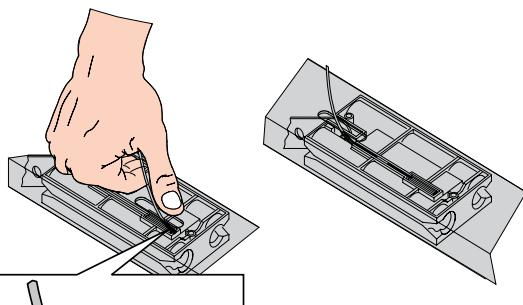
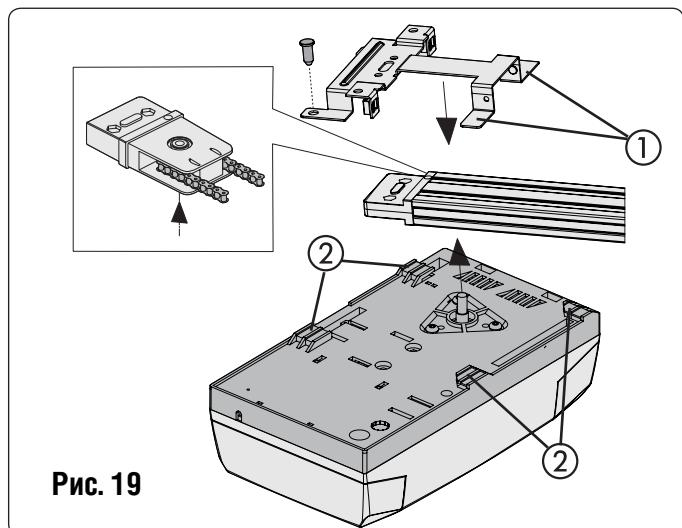

Рис. 10
Рис. 19
- Соедините трос с установочным местом на каретке (Рис. 10),
1. Держа привод под углом 15-20° к направляющей (рис. 19) вставьте пластины кронштейна крепления (рис. 19 (1)) в пластиковые пазы (рис. 10 (2)) на корпусе привода.